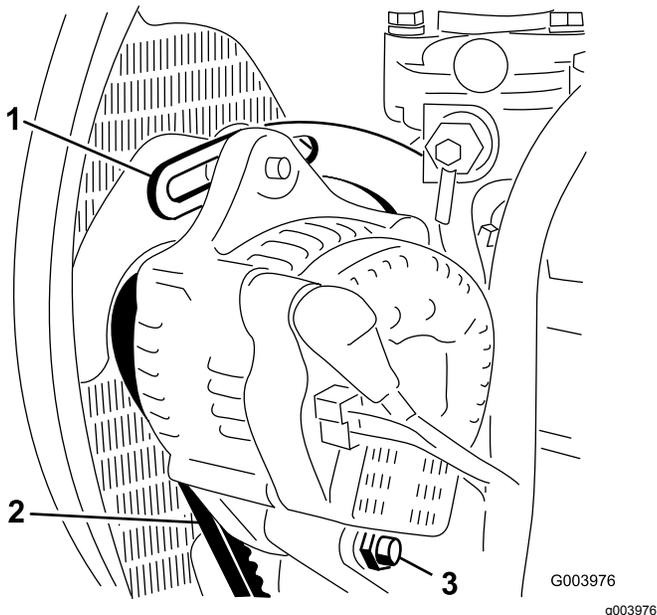

图71
2. 检查交流发电机皮带张紧力的方法使用 10kg 的力按压交流发电机和曲轴箱皮带轮之间的皮带 图71 中间位置。
3. 松开将皮带环形支架固定到发动机图71的螺栓以及将交流发电机固定到皮带环形支架上的螺栓和枢轴螺栓。